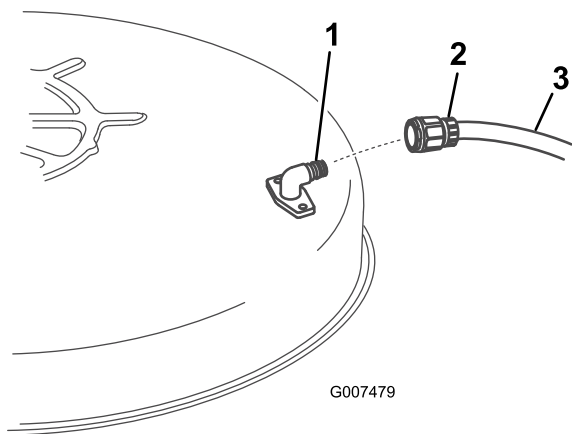

Figura 36
5. Montate il manicotto del tubo flessibile all'estremità del raccordo di lavaggio del tosaerba, quindi aprite il rubinetto per erogare un getto forte (Figura 36).